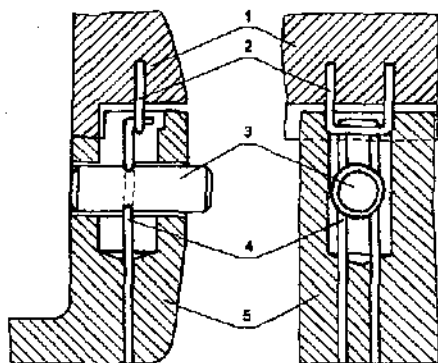

Рис. 169. Замок для шкатулки: 1 — крышка; 2 — скоба для крышки; 3 — кнопка; 4 — запорная скоба; 5 — корпус
**Замок для шкатулки.** В шкатулке замок должен закрывать крышку и легко освобождать ее, чтобы под действием пружины она сама открывалась. Замок должен быть прост в изготовлении, надежен в работе и незаметно врезаться в корпус шкатулки или иметь декоративную накладную отделку. Удачна, на мой взгляд, конструкция замка Д. М. Гусарчука (рис. 169). Устройство замка несложное. Он состоит из скобы 2, закрепленной на клею в крышке, и запорной скобы 4, закрепленной на клею в корпусе 5 и пропущенной через кнопку 3. При закрытии крышки ее скоба отжимает запорную скобу, входит в зацепление с ней и удерживает крышку в закрытом положении. Для открытия крышки достаточно нажать на кнопку, выступающую из корпуса шкатулки.
В корпусе шкатулки высверливают вертикальное гнездо диаметром 3—3,5 мм на глубину около 20 мм (в зависимости от размеров шкатулки). В глубине этого гнезда делают сверлом диаметром 1,1—1,3 мм два параллельно расположенных гнезда для укрепления хвостовика запорной скобы (рис. 169). Сквозь стенку корпуса шкатулки сверлят отверстие диаметром 4—5 мм для кнопки 3. Ось этого отверстия пересекает ось гнезда запорной скобы 4. Кнопку 3 со скользящей посадкой в гнезде вырезают из древесины твердой породы. Поперек кнопки с противоположных сторон делают две канавки глубиной и шириной 1,3—1,4 мм, в которые пропускают оба хвостовика скобы 4 и вдевают в засверленные отверстия в корпусе шкатулки. При этом головка скобы 4 должна находиться на уровне верхней плоскости борта шкатулки. При нажатии на кнопку 3 скоба должна отклоняться на длину ее крючка. В случае недостаточного хода скобы 4 узкой стамеской подрезают ее гнездо.